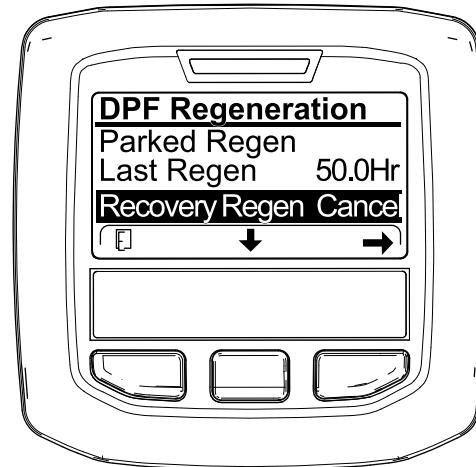
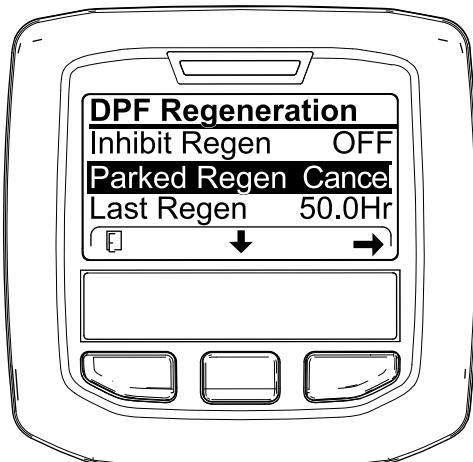

Figure 74
Figure 73
1. Ouvrez le menu DPF Regeneration (régénération du FAP) (Figure 73).
2. Appuyez sur le bouton central pour naviguer jusqu'à l'option PARKED REGEN CANCEL (Figure 73) ou RECOVERY REGEN CANCEL (Figure 74).
3. Appuyez sur le bouton droit pour sélectionner l'option Regen Cancel (annulation de régénération) (Figure 73 ou Figure 74).